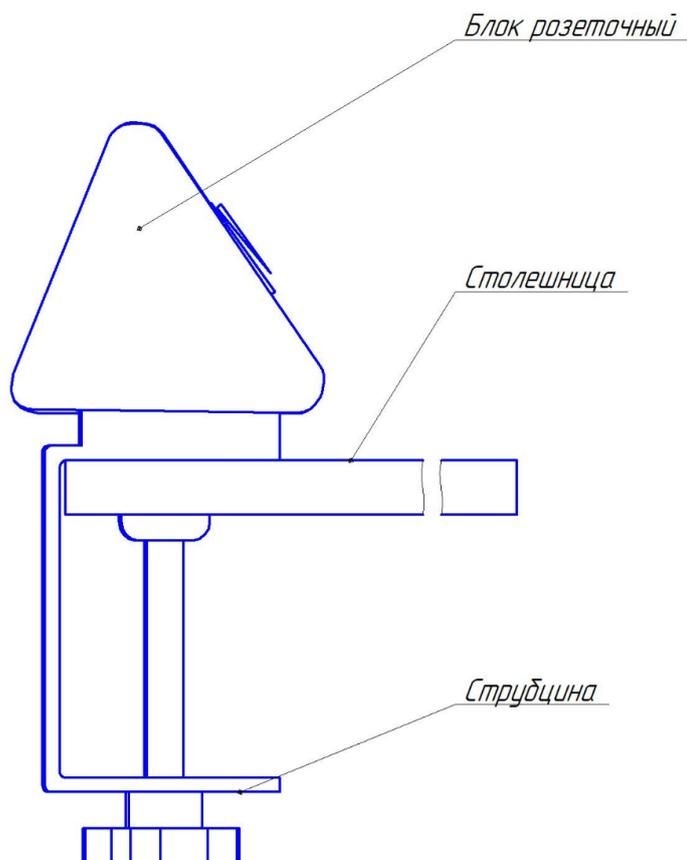

Рис. 2
2. Установить блок на столешницу и надежно зафиксировать струбцинами (рис. 2).